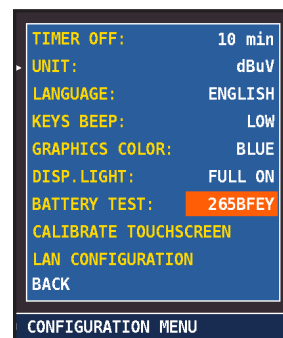

FIG. 3*
4. Per verificare il risultato del TEST entrare nuovamente in "METER" nel "Configuration Menu" e leggere il risultato (Fig. 3):
Esempio 265BFEY = 265 minuti (fig. 3).